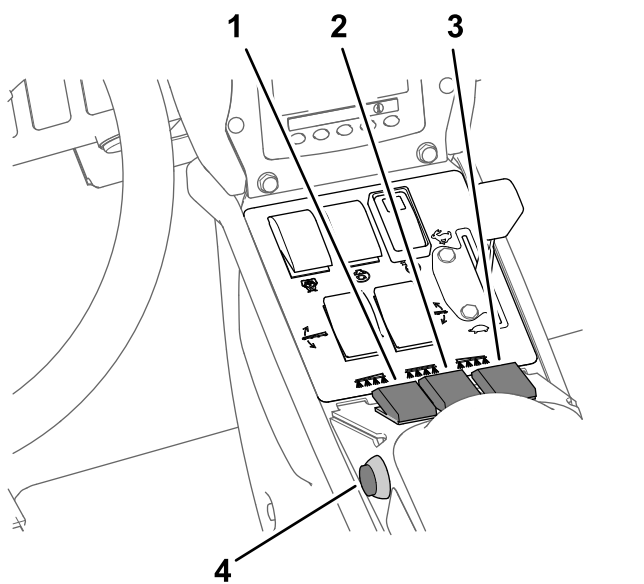

図 41
7. 個別ブームスイッチを ON にセットする 図 41。
10. 走行を開始し、所定速度に達したらマスターブームスイッチを ON にすると散布が始まる 図 41。
3. マスターブームスイッチを OFF にセットする 図 41 散布率モードでの散布 \(ページ 32\) を参照。
7. 散布したいブームのスイッチを ON 位置にする 図 41 散布率モードでの散布 \(ページ 32\) を参照。
9. 希望速度で走行し、マスターブームスイッチを ON にすると散布が始まる 図 41 散布率モードでの散布 \(ページ 32\) を参照。